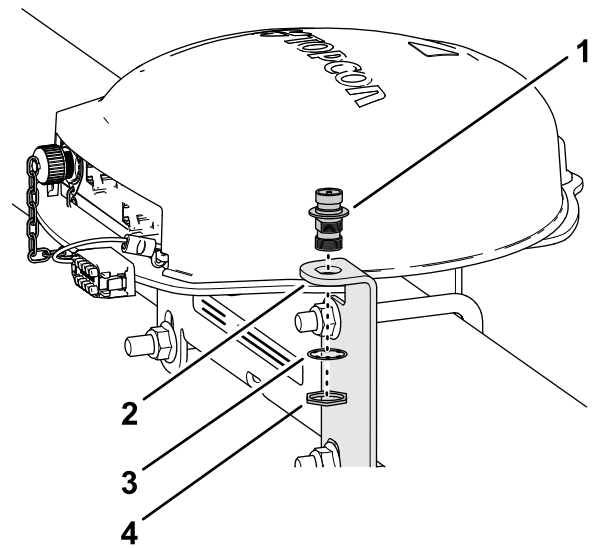

Рисунок 147
1. Совместите коаксиальный разъем, продев его сквозь проем кронштейна антенны RTK, с проходной резьбой соединителя, направленной вниз (Рисунок 147).
2. Установите коаксиальный разъем в кронштейн антенны при помощи стопорной шайбы и контргайки и затяните контргайку от руки (Рисунок 147).